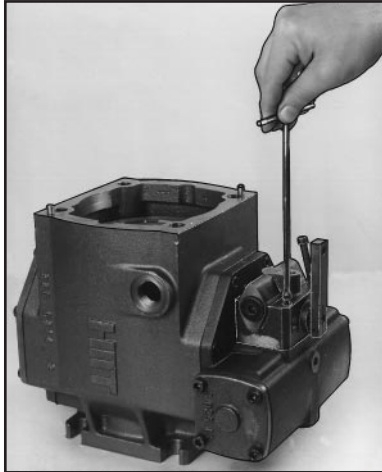
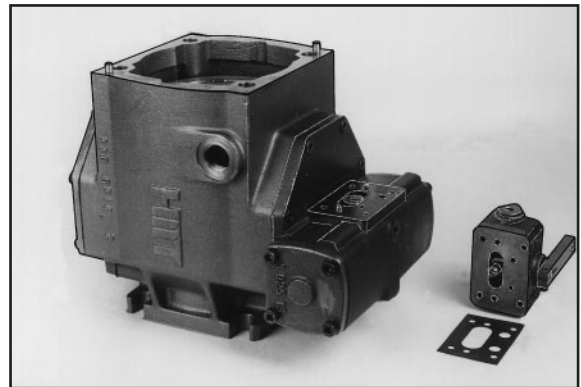

Fig. 19
Fig. 20
- 5.5.2 - Allentare ed estrarre le quattro viti di fissaggio del regolatore (75)(fig.19), quindi togliere lo stesso facendo attenzione a maneggiare e della spina di centraggio (64) (fig. 20).
- 5.5.2 - Unscrew and remove four fixing screws of the control (75)(fig.19) and remove it. Take care not to damage the dowel pin (64) (fig. 20).